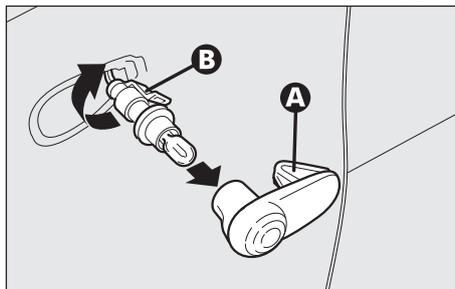

fig. 30
**FRECCE LATERALI (fig. 30)**
- Spingere a mano il trasparente nel senso contrario alla direzione di marcia della vettura in modo da comprimere la molletta di fissaggio (A). Liberare la parte anteriore ed estrarre il gruppo.
- Ruotare in senso antiorario il portalampada (B) ed estrarlo dal trasparente.
- Inserire il portalampada (B) nel trasparente quindi posizionare il gruppo assicurandosi dello scatto di bloccaggio della molletta di fissaggio (A).